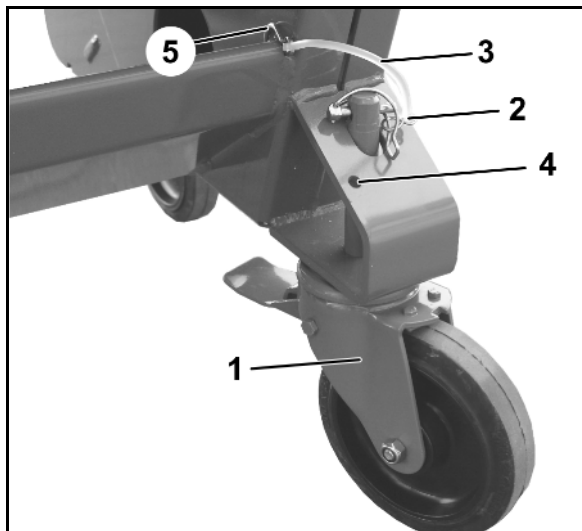
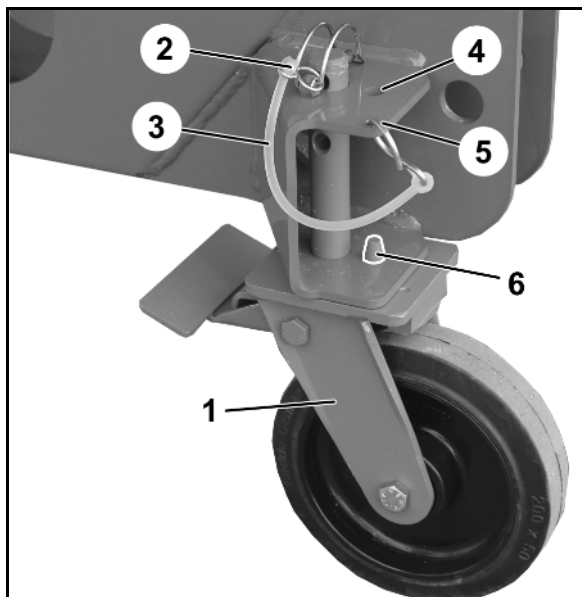

図 10
図 11
- リンチピンを安全ベルト (図 10/3、図 11/3) で機械 (図 10/5、図 11/5) に固定します。
5. 前側の可動ホイール (図 10/1)、後側の固定ローラー (図 11/1) は
- 取り付け、リンチピン (図 10/2、図 11/2) で固定します。あるいは
搬送用ホイールを使用しない場合、リンチピンをパーキング位置 (図 10/4、図 11/4) で固定します。
固定ローラーの取り付け時には、ピン (図 11/6)